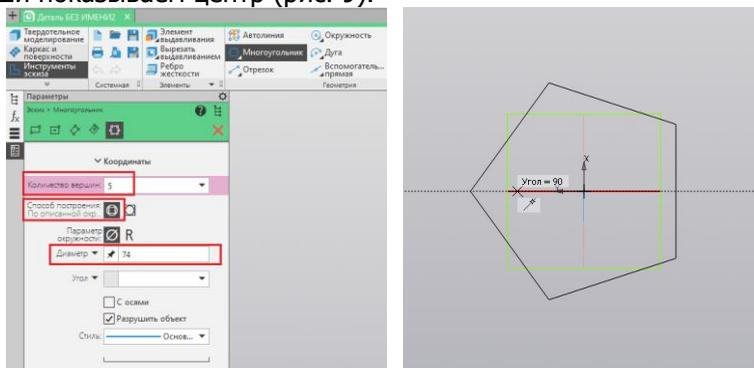

Рис. 9.
7. После активации кнопки **Многоугольник** Строим контур основания модели - правильный пятиугольник, вписанный в окружность диаметром 74 мм. В Параметрах проставляем в соответствующих Полях ввода: значение количества вершин — 5, щёлкнув на кнопку выбираем способ построения **По описанной окружности**, и указываем диаметр окружности — 74 и кликом мыши показываем центр (рис. 9).